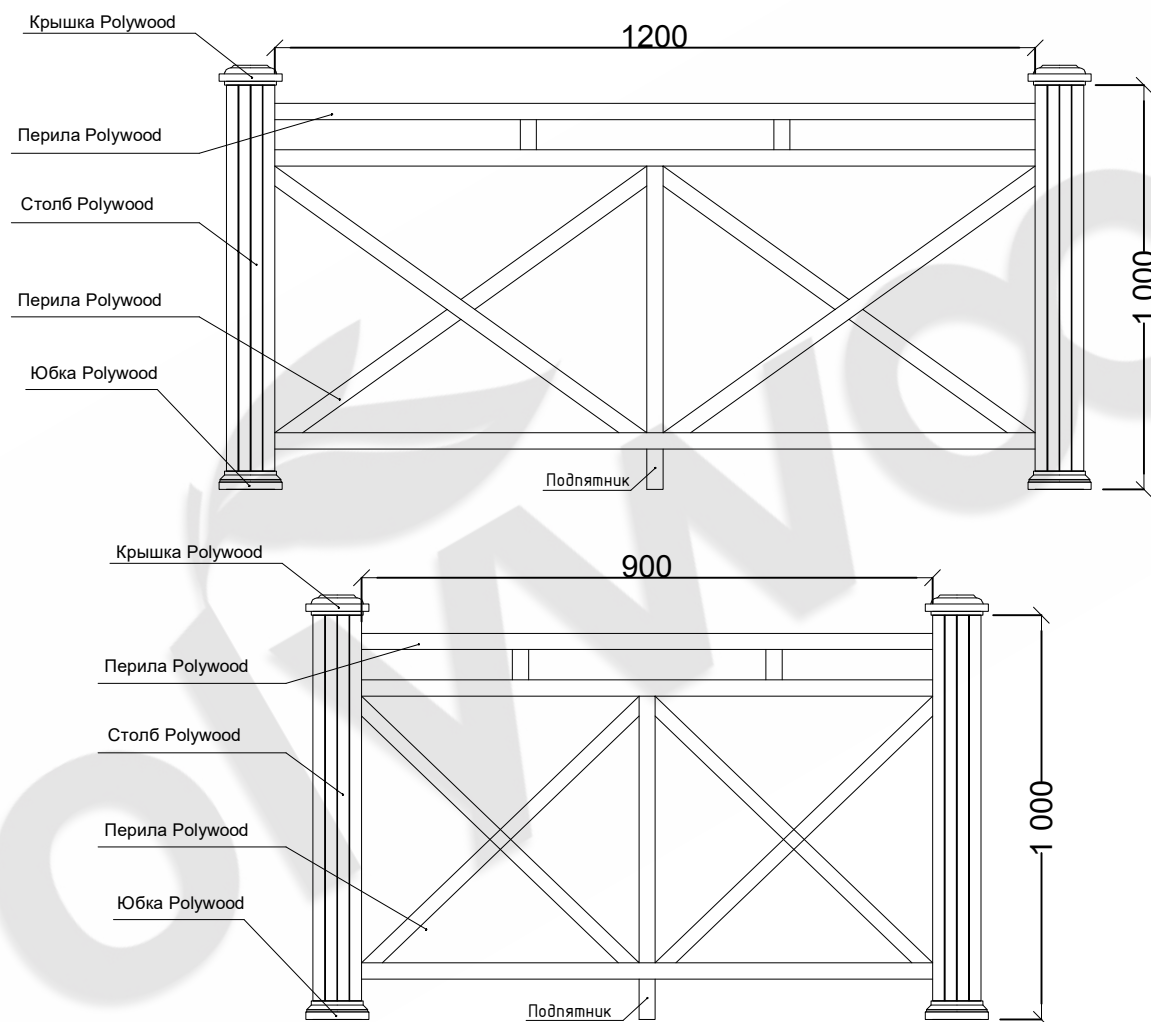

Рис. 6 Расположение подпятников
- При расстоянии между столбами более 700мм, требуется устанавливать подпятник на каждые 600мм пролета. (Рис.6)